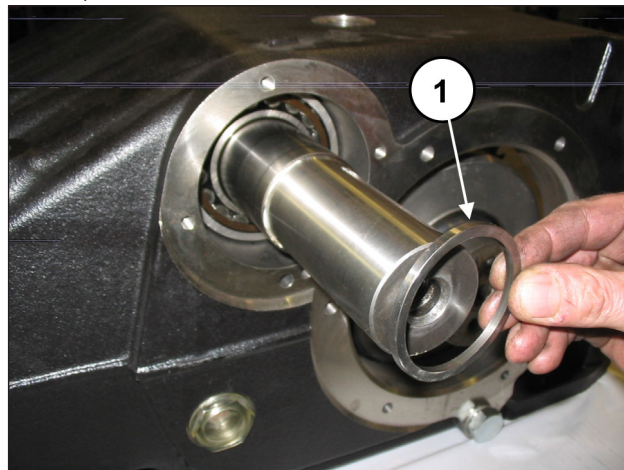
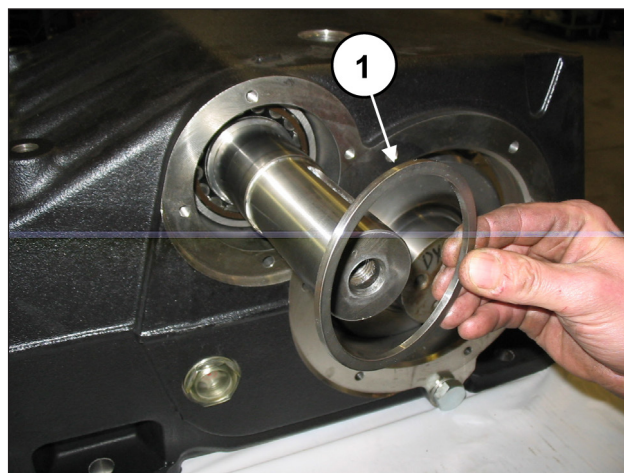

Abb. 59
Abb. 60
Setzen Sie auf beiden Seite den inneren Distanzring des Lagers (Pos. ①, Abb. 59) und den äußeren Ring ein (Pos. ①, Abb. 60).